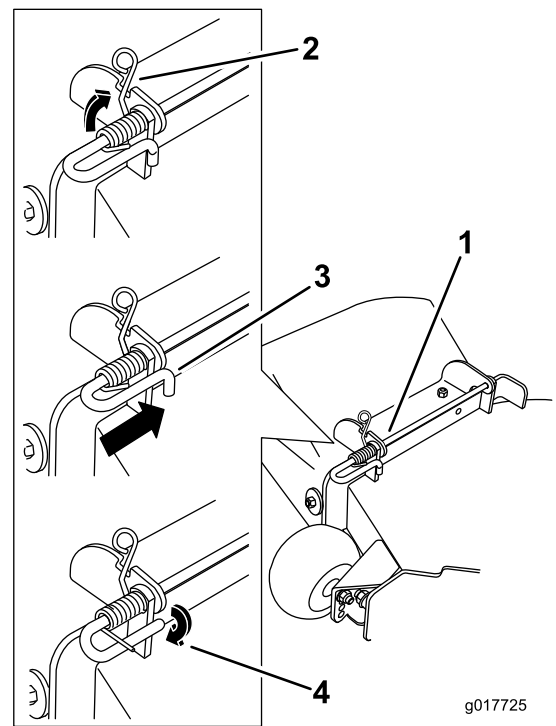

Bild 77
- Heben Sie das Schleifenende der Feder an und setzen es in die Kerbe an der Ablenkblechhalterung (Bild 77).
- Befestigen Sie die Stange und Feder, indem Sie diese so drehen, dass das kurze Ende der Stange hinter die vordere Halterung passt, die an das Mähwerk geschweißt ist (Bild 77).